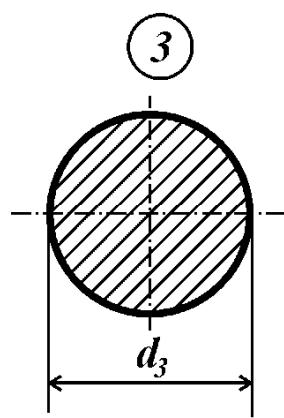

Рис. 27
Для стальной балки (рис. 27) требуется:
- 1) подобрать из расчета на прочность по наибольшим напряжениям размеры сечений трех типов (см. рис. 27):